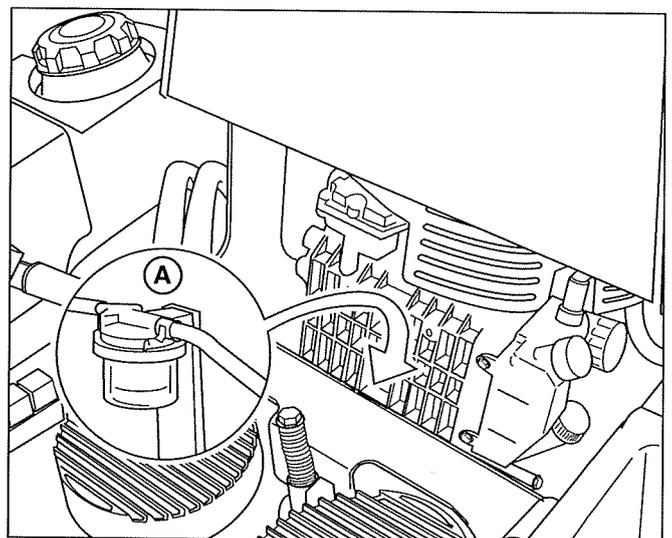

Figure 3. Amorçage du circuit de carburant
3. Lorsque le filtre de carburant (A, figure 3) est exempt de bulles d'air, le moteur est prêt à démarrer.